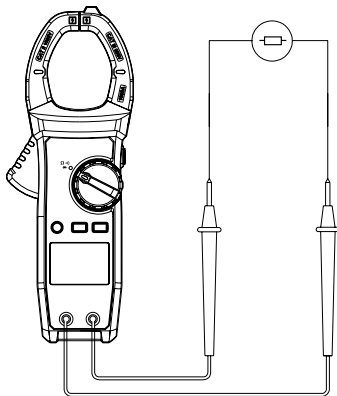

Рис.7. Проверка целостности
2) Установите переключатель на «•|)» и подсоедините щупы тестовых проводов к проверяемому элементу цепи (см. рис. 7). При значении сопротивления элемента цепи <30 Ом, цепь считается целостной, будет звучать непрерывный звуковой сигнал. Если сопротивление между контактами превышает 50 Ом, звукового сигнала нет, что говорит об обрыве.